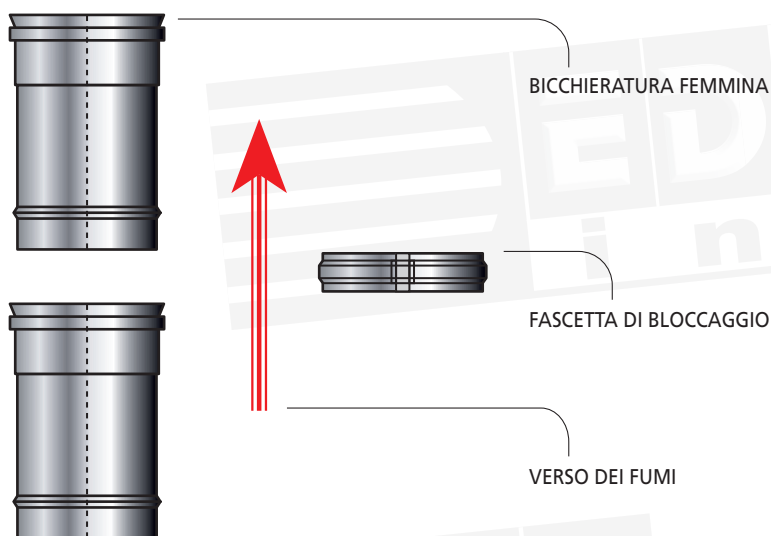

FIGURA 1
I sistemi EdilTECH04, EdilTECH05, EdilTECH06, SW08, SW10, EdilTECH30404, EdilTECH30405, EdilTECH30406, EdilTECH30408, EdilTECH30410 sono realizzati con giunti a bicchiere di tipo maschio / femmina su nervature autocentranti ed antischiacciamento (**figura 1**).
- Installare gli elementi seguendo il senso dei fumi indicato sull'elemento con un'apposita freccia, ovvero con il bicchiere femmina rivolto verso l'alto, per evitare la fuoriuscita di condensa (**figura 1**).